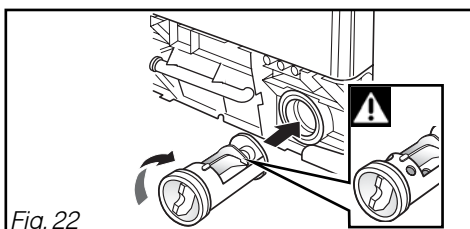

Fig. 22
- Pour le remettre en place, engagez-le en orientant, vers le haut, le petit ergot qui est sur la surface cylindrique (Fig. 22).
- Revissez le bouchon à fond (Fig. 22).